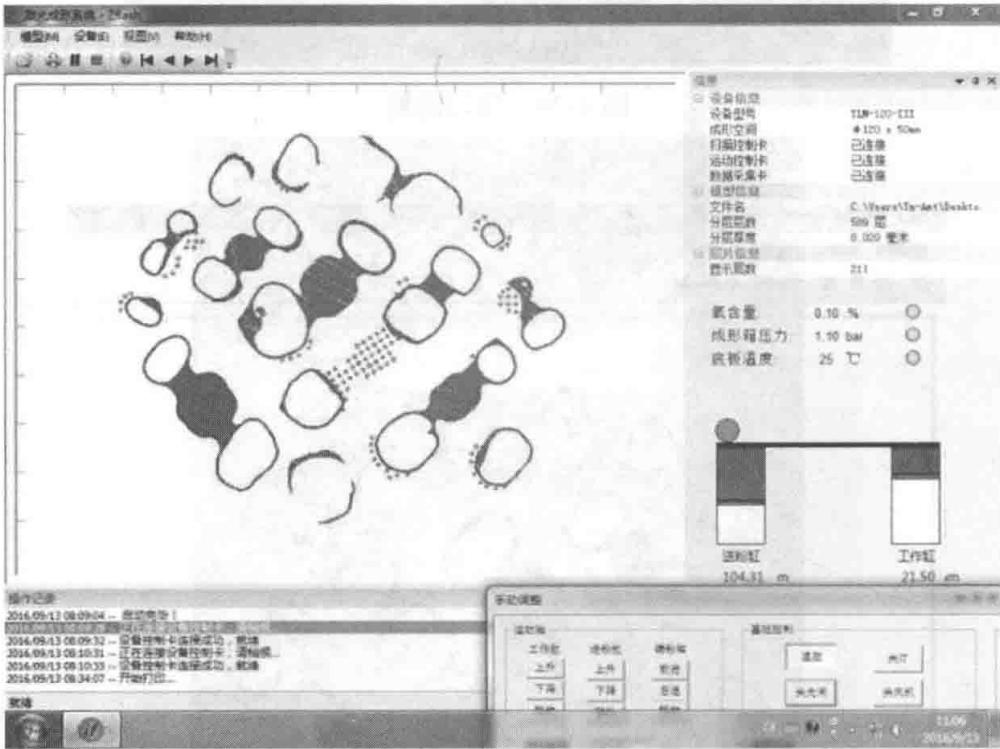

图 4-82 打印界面
(6) 打开手动调整，打开风机，开温控，打开氮气阀门，待氧含量下降至 0.3% 以下，温度达到设定值，点击开始打印，模型进入打印阶段，如图 4-82 所示。